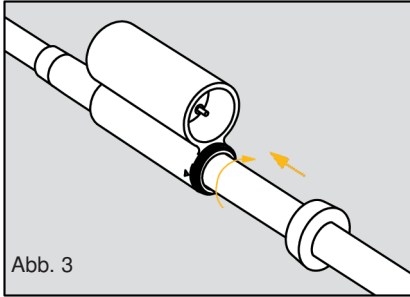

Abb. 3
- Schrauben Sie die Isolierstange handfest zurück ins Kopfteil (siehe Abb.3 / Seite 19).
- Schrauben Sie die Isolierstange handfest zurück ins Kopfteil (siehe Abb.3 / Seite 20).